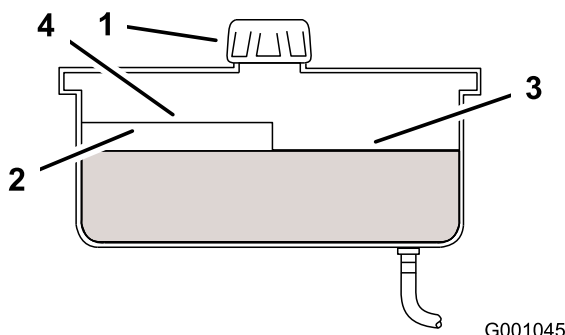

Figure 53
2. Nettoyez la surface autour du goulot de remplissage du réservoir hydraulique (Figure 53).
3. Enlevez le bouchon du goulot de remplissage et vérifiez si le réservoir contient du liquide (Figure 53).
**Remarque:** Lorsque l'huile est chaude, le niveau de liquide doit atteindre le haut du repère "à chaud" sur le déflecteur (Figure 53).